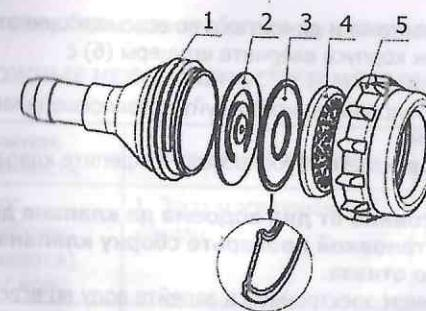

Рис. 4
5.3. Клапан приемный (рис. 4) удерживает воду во всасывающем трубопроводе и предохраняет насосную часть от попадания посторонних предметов (мелких камней, травы и др.). Клапан состоит из корпуса (1), обратного резинового клапана (2), шайбы (3), решетки (4) и колпачка (5). При сборке клапана необходимо соблюдать последовательность расположения деталей и узлов, указанную на рис. 4.